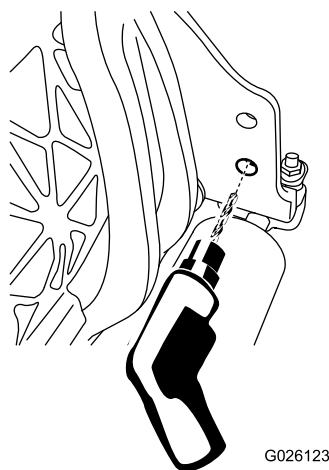

Рисунок 4
1. Рассверлите нижнее отверстие с правой стороны режущего блока сверлом 9 мм, чтобы увеличить диаметр этого отверстия (Рисунок 4).